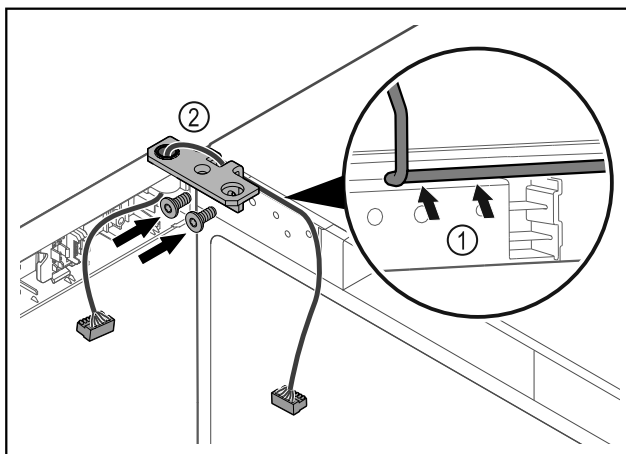

Fig. 41
- Kabel durch die Ausparung des Scharnierwinkels führen und vorsichtig verlegen Fig. 41 (1).
- Scharnierwinkel Fig. 41 (2) anschrauben.